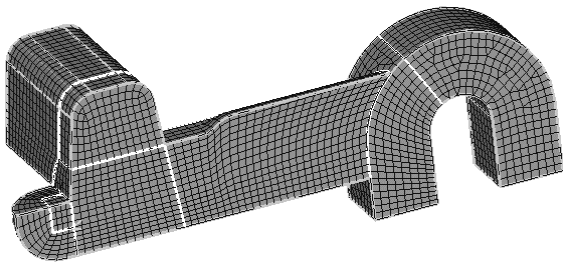

图 5-28 分网后的模型
- (1) 进入 solid map 面板。
- (2) 选择所有实体。
- (3) 将 source shells 设置为 mixed，在 elem size= 栏中输入 1。
- (4) 单击 mesh 按钮，此时模型将被顺序划分网格。分网后的模型如图 5-28 所示。